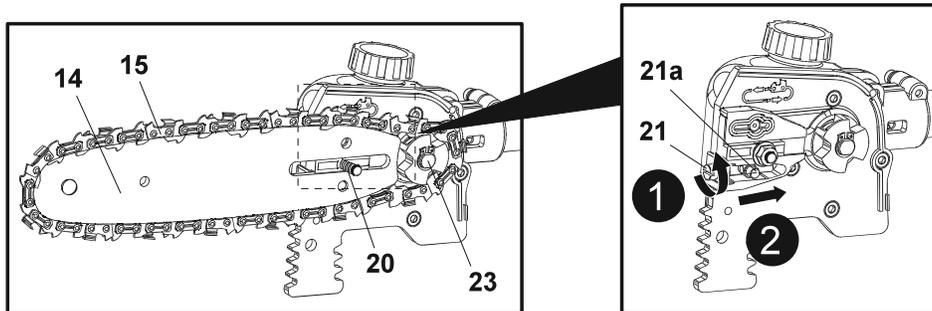

Fig. 10
5. Alinhe o conjunto da corrente (15) e da guia (14) com a roda dentada de acionamento (23) e o parafuso de fixação (20). Coloque a corrente (15) em torno da roda dentada de acionamento (23) e, em seguida, baixe a guia (14) para a instalar no parafuso de fixação (20) (Fig. 10).
6. Certifique-se de que o pino de aperto (21a) está inserido no orifício inferior da guia (14). Aperte o parafuso tensor (21) para a esquerda para ajustar a posição do pino de aperto (21a) em direção à extremidade da ranhura com a extremidade plana da chave de parafusos de cabeça dupla fornecida (45).